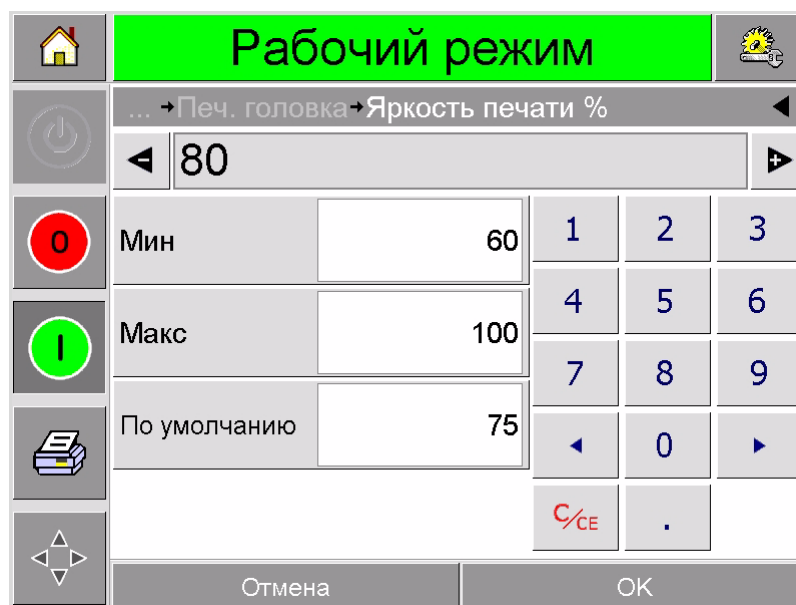

Рис. 4-16: Параметры насыщенности печати
- 4 Нажмите кнопку «Уровень насыщенности», чтобы открыть страницу по установке уровня насыщенности печати (Рис. 4-16).